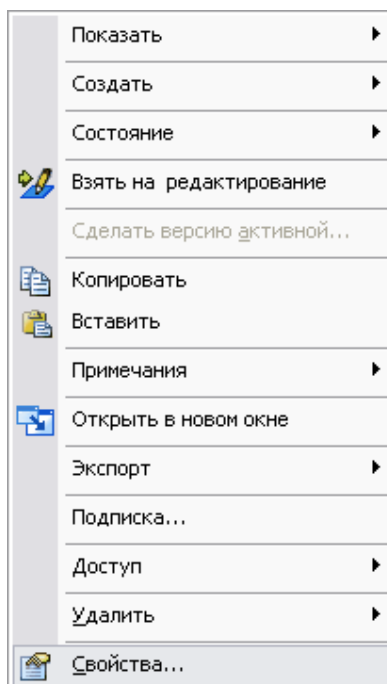

Рис. 186
- Откройте окно свойств декомпозированного процесса, выбрав в его контекстном меню пункт **Свойства** (Рис. 186).